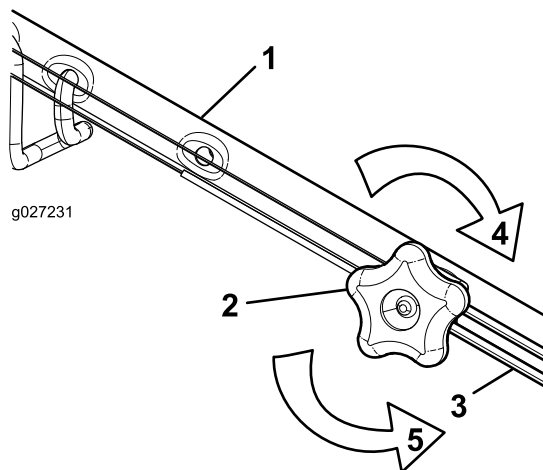

Figure 31
1. Tournez le bouton de réglage dans le sens antihoraire pour desserrer le réglage du câble (Figure 31).
2. Ajustez la tension du câble (Figure 31) en le tirant en arrière ou en le poussant en avant puis en le maintenant à cette position.